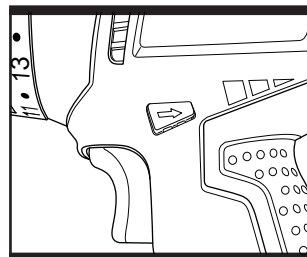

Fig. 3
1. INTERRUPTEUR & CONTROLE DE VITESSE VARIABLE (Fig. 3)
2. COMMUTATEUR DE ROTATION ET BLOCAGE DE L'INTERRUPTEUR (Fig. 3)